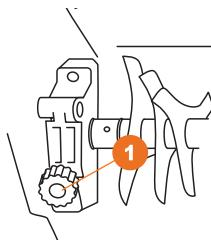

Рис. 11
- Открутите винт ① (Рис. 11).
- Отведите вал в сторону А и вытащите В , как показано на рис. 11.
- Закрепите установленный вал винтом ① (Рис. 11).